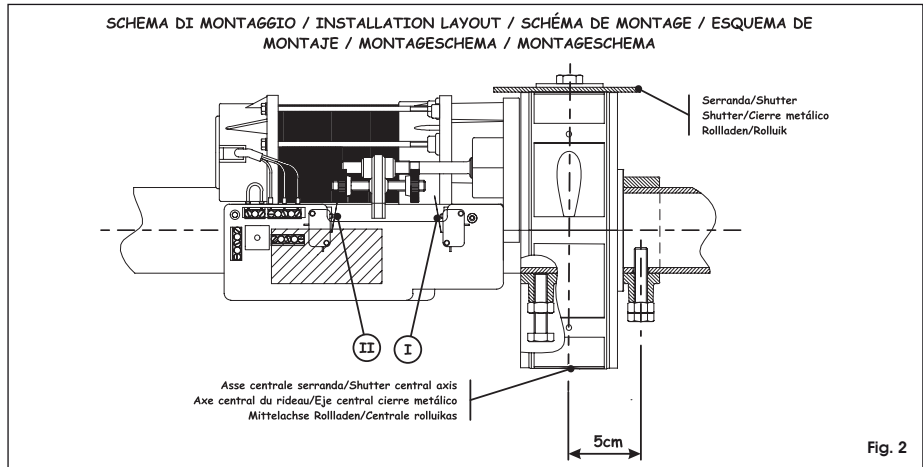

Fig. 2
- Eseguire un foro Ø10 mm a 5 cm dal centro dell'albero della serranda (vedi Fig. 2);
- Ruotare a mano la corona di 1 / 1½ giri facendo avvicinare il pomello verso il microinterruttore I (discesa), fig. 2 (deve ruotare liberamente);
- Eseguire i collegamenti elettrici descritti in fig. 2 passando il cavo 4x1 mm² dato in dotazione, all'interno dell'albero della serranda evitando qualsiasi contatto con le parti rotanti;